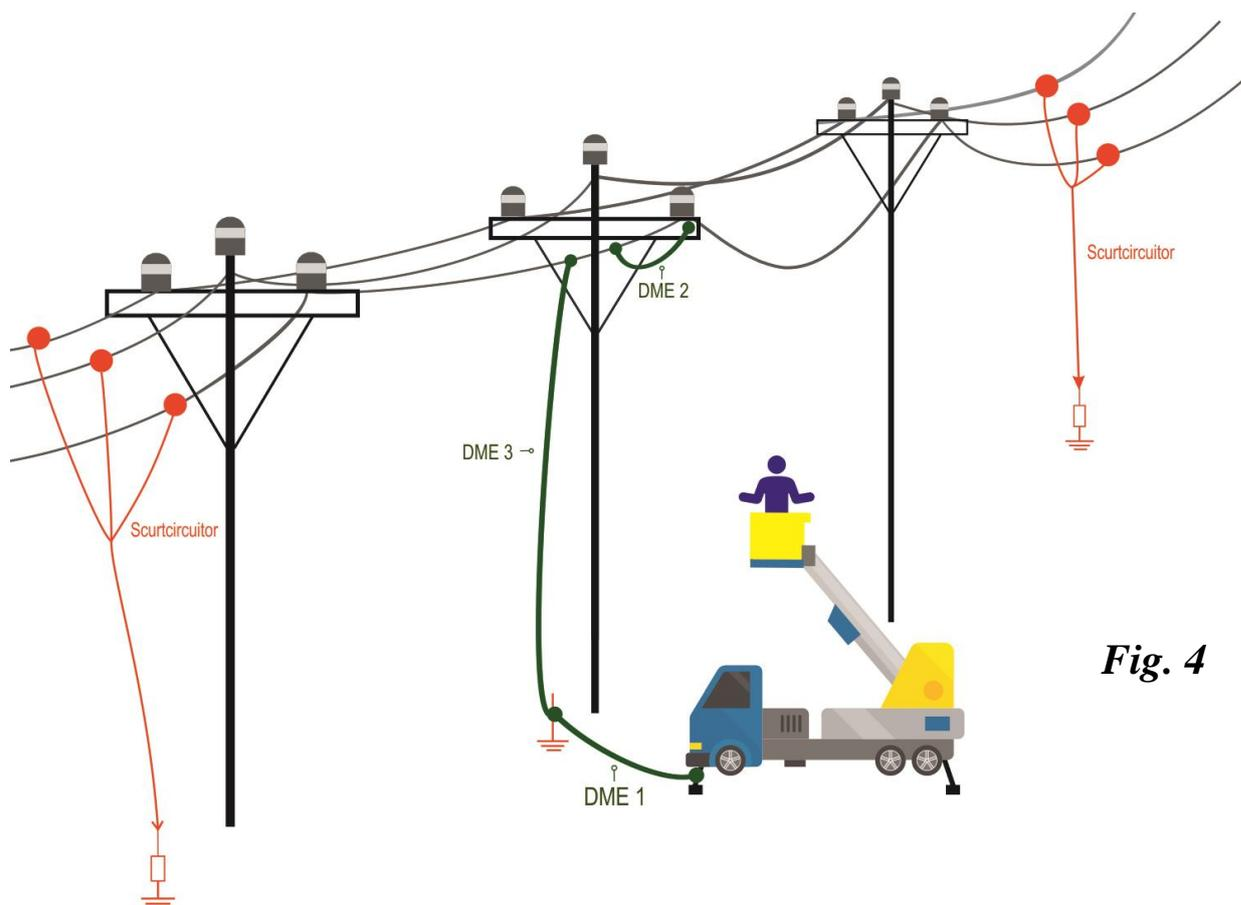
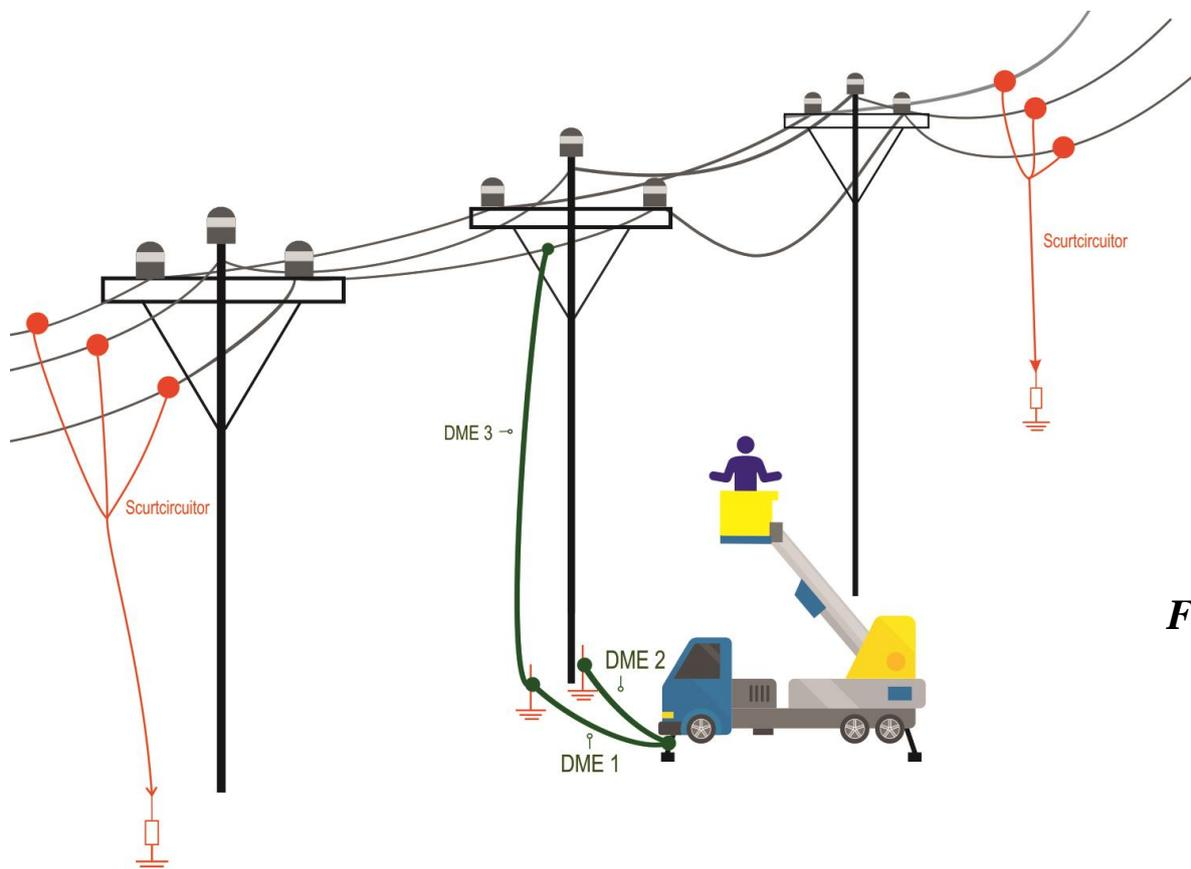

Fig. 4
Fig. 5
5.1.1.3. Executarea lucrării se realizează la distanță față de dispozitivele mobile de legare la pământ și în scurtcircuit montate (vezi *Fig. 4* și *Fig. 5*)
- c.1. În cazul în care stâlpul LEA MT *este prevăzut* la partea superioară cu consolă metalică sau cu platbandă de împământare, montarea **DME2** se realizează astfel (vezi **Fig. 4**):
- c.1.2. Se armează clema automată cu autoblocare **CAA** prin rotirea bacului (2), până când acesta se blochează (vezi **Anexa 2**);
- c.1.3. Clema automată cu autoblocare **CAA**, ținută de mânerul acționare, se împinge pe conductorul LEA, până când bacul (2) este eliberat de către pârgă de blocare (4), realizându-se aplicarea acesteia pe conductor (vezi **Anexa 2**);
- c.2. În cazul în care stâlpul LEA MT *nu este prevăzut* la partea superioară cu consolă metalică sau cu platbandă de împământare, montarea **DME2** se realizează astfel (vezi **Fig. 5**):